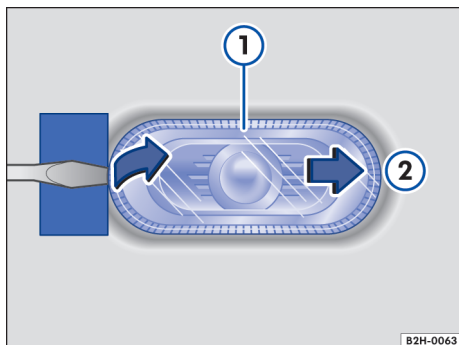
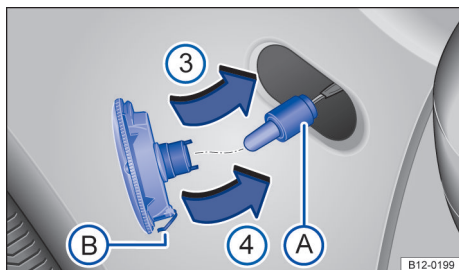

Fig. 153 Lado esquerdo do veículo: remover a lanterna lateral dos indicadores de direção
Fig. 154 Lanterna lateral dos indicadores de direção: substituir a lâmpada incandescente.
→ Fig. 153 e → Fig. 154
- ① Observar e executar a lista de controle → Página 206.
- ② Posicionar a chave de fenda das ferramentas de bordo com a lâmina plana no lado da lanterna lateral do indicador de direção que aponta para a traseira do veículo → ①. Deslocar a lanterna lateral dos indicadores de direção para trás, em sentido oposto ao da força de mola → Fig. 153 ②.
- ③ Remover a lanterna lateral dos indicadores de direção manualmente da carroceria.
- ④ Remover o suporte da lâmpada incandescente com a lâmpada em linha reta → Fig. 154 A.
- ⑤ Retirar a lâmpada incandescente em linha reta para fora do suporte da lâmpada.
- ⑥ Substituir a lâmpada incandescente queimada por uma lâmpada incandescente nova do mesmo modelo.
- ⑦ Recolocar o suporte da lâmpada.
- ⑧ Instalar a lanterna lateral dos indicadores de direção com o lado que aponta para a parte frontal do veículo na carroceria ③ e fazer pressão sobre a carroceria ④, até a mola B encaixar de modo audível.